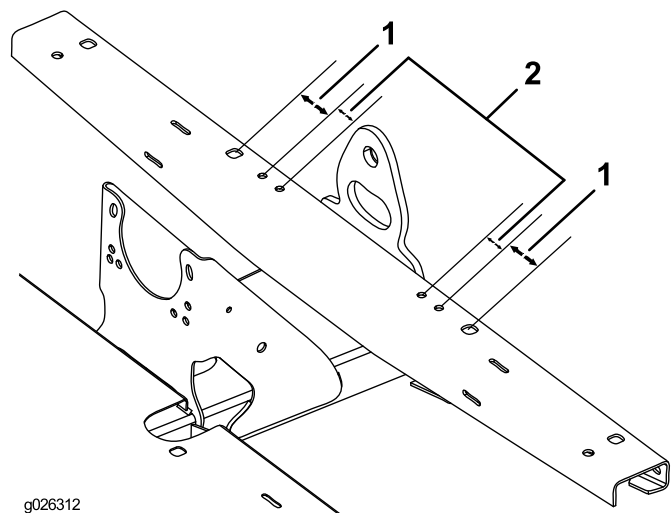

Figura 8
3. Servendovi delle dimensioni illustrate in Figura 8, individuate, contrassegnate e praticate 4 fori (9,5 mm) nella parte superiore del profilato del telaio.